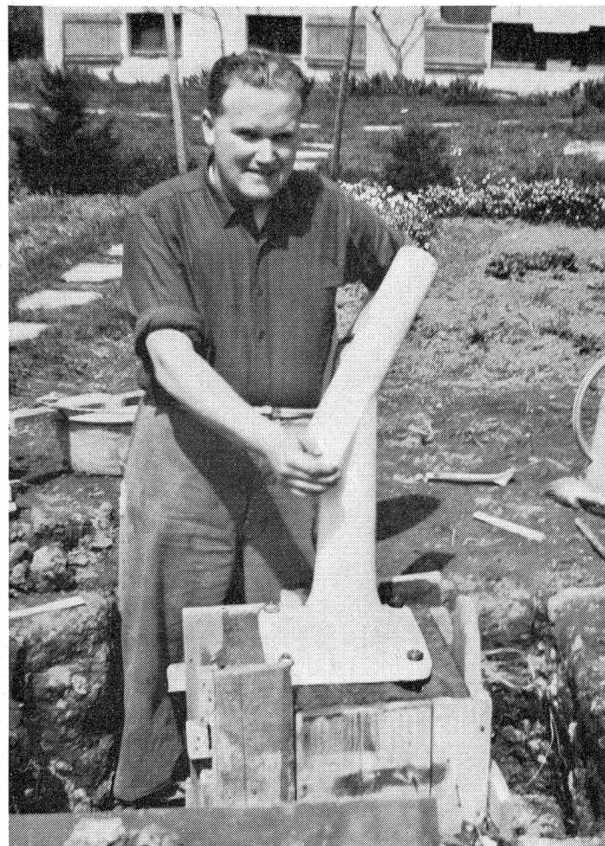

Abb. 1: Der Autor beim Einbetonieren des Stativfusses am 5. 5. 1956.
- 4. 4. bis 26. 5. 56: Ferienarbeit: Anfertigung des stationären Knicksäulenstativs, Aushub im Garten von $1 \times 1 \times 1,3$ m für Platte aus 80 cm dickem Beton, darauf Sockel 60×60 cm, armiert (Sockel überragt Erdboden um 10 cm); Montage des Knicksäulenstativs (vgl. Bild 1).